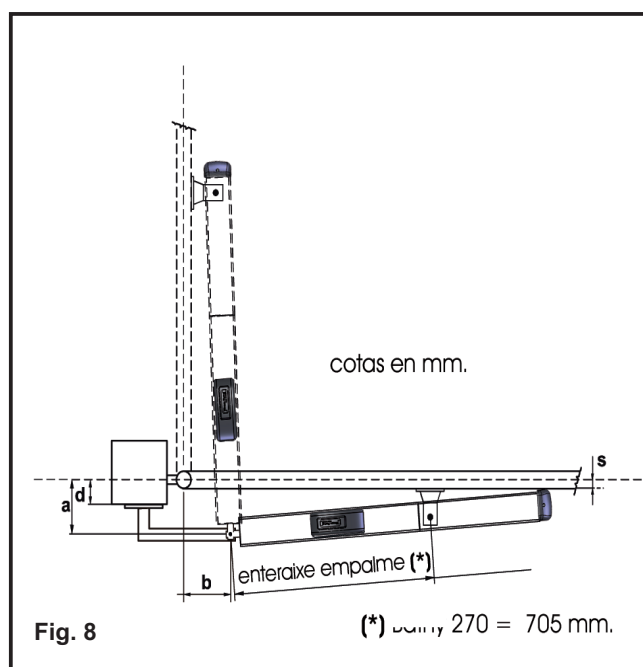

Fig. 8
3.3. INSTALACIÓN DE LOS ACCIÓNADORES BATHY CON ABERTURA HOYA EXTERNA (fig. 8)